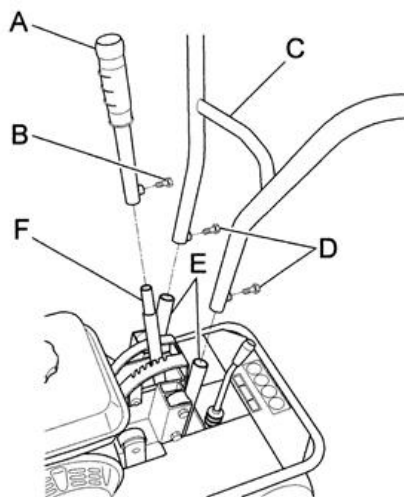

Fig. 3
**AVERTISSEMENT :** Pendant l'utilisation, la pelouse et le gazon sont coupés en bandes. Si les roues de la découpeuse dérapent pendant l'utilisation, il est conseillé d'ajuster la hauteur de coupe à l'aide du levier spécial (Fig. 3, ref.A). Si cela ne fonctionne pas, vérifier l'état du terrain. S'il est trop sec, il faut l'arroser afin que la lame s'oppose à une certaine résistance, ce qui facilitera l'utilisation.
- Soulever le guidon (Fig. 3 Ref. C) et l'insérer dans les supports illustrés dans la Fig. 3 ref. E. Choisir la hauteur de coupe souhaitée et fixer à l'aide des vis fournies (Fig. 3 ref. D).
- Insérer le bout du levier d'ajustement de la hauteur de coupe (Fig. 3 Ref. A) dans le support correspondant (Fig. 3 ref. F) et fixer à l'aide des vis fournies (Fig. 3 Ref.B)